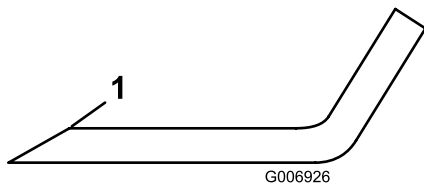

**Figure 74**
3. Examinez attentivement les tranchants de la lame, particulièrement au point de rencontre de la partie plane et de l'ailette (**Figure 74**).